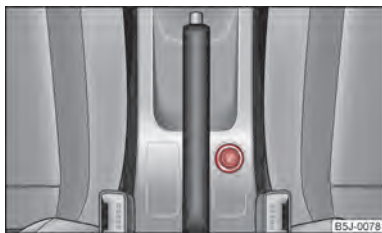

Fig. 61 Consolle centrale: Accendisigari
- Premere il pulsante dell'accendisigari ⇒ fig. 61.